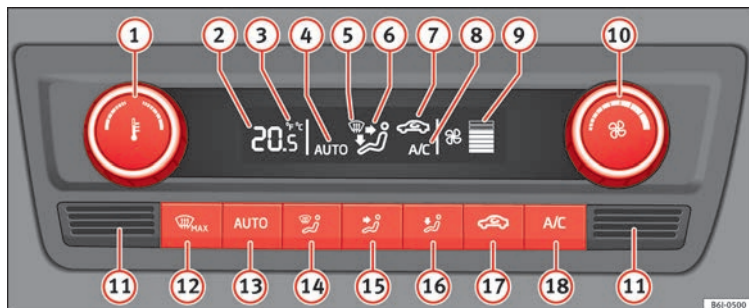

Fig. 171 Climatronic: elementos de manejo.
- **18** » fig. 171 encendido.
Cuando pulse una tecla se activará la función correspondiente, poniendo en marcha el climatizador si estuviera desconectado, excepto con la tecla **17** » fig. 171 (recirculación).
- Gire el mando **10** hacia la izquierda hasta que se apaguen los segmentos de la columna **9** » fig. 171.
- Pulse la tecla **AUTO** **13** » » fig. 171.
Mantenga pulsadas simultáneamente durante **2 segundos** las teclas **AUTO** y **A/C** » » fig. 171. En la pantalla aparecen los datos en unidades deseadas.
- En la parte inferior se encuentra el sensor de la temperatura interior **13** » » fig. 171. No lo cubra con adhesivos ni de otra forma, ya que podría influir negativamente sobre el funcionamiento del Climatronic.
- Pulse la tecla **AUTO** **13** » » fig. 171, en la pantalla aparece **AUTO**.
- Al conectar el encendido puede utilizar el mando **1** » » fig. 171 para ajustar la temperatura interior deseada.
- Pulse la tecla  **17** » » fig. 171, en la pantalla aparece el símbolo .
- Pulse la tecla  **17** » » fig. 171, en la pantalla desaparece el símbolo .
- Gire el mando  **fig. 171** hacia la izquierda (bajar la velocidad) o hacia la derecha (subir la velocidad).
- Pulse la tecla  **12** **» fig. 171**.
- Pulse varias veces la tecla  **12** **» fig. 171**, o pulse la tecla .